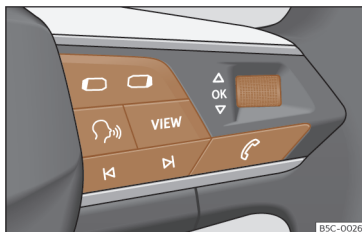

Fig. 56 Lado derecho del volante multifunción: teclas para utilizar los menús y las indicaciones informativas del cuadro de instrumentos (según versiones).
Mientras haya una advertencia con prioridad 1»» pág. 74, no se podrá acceder a ningún menú. Algunas advertencias se pueden confirmar y ocultar con la tecla **OK** del volante multifunción»» **fig. 56**.
- Si se muestra un mensaje o el pictograma de un vehículo, pulse la tecla **OK**»» **fig. 56**; si es necesario, varias veces.
- Para cambiar de menús use las teclas **◀ ▶**»» **fig. 56**.
- Para abrir el menú o la indicación informativa que se muestre, pulse la tecla **OK**»» **fig. 56** o espere algunos segundos hasta que el menú o la indicación informativa se abra automáticamente.
- En el menú visualizado, gire la ruedecilla derecha del volante multifunción»» **fig. 56** hasta que se marque la opción de menú deseada. La opción aparece enmarcada.
- Pulse la tecla **OK**»» **fig. 56** para realizar las modificaciones deseadas. Una marca indica que la función o el sistema en cuestión están activados.
Pulse la tecla **◀ ▶**»» **fig. 56**.